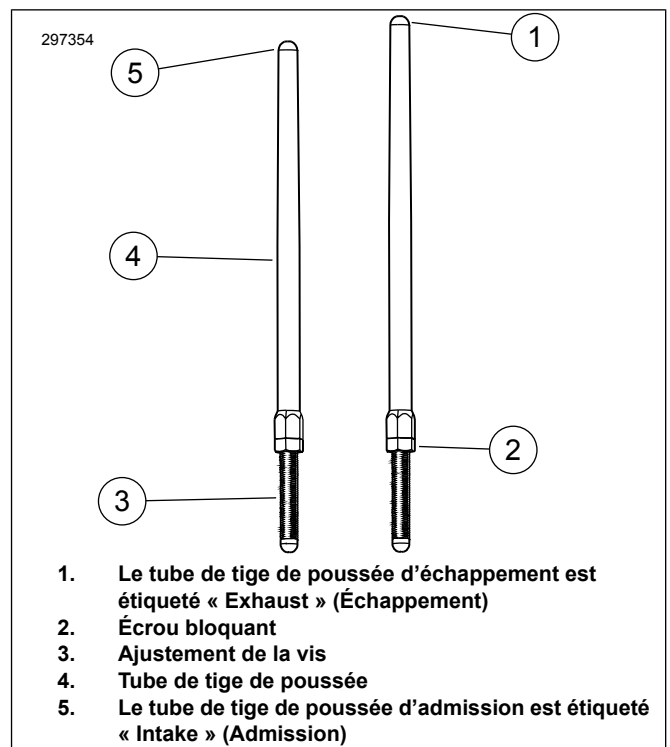

Figure 3. Tige de poussée réglable
6. Figure 3 Desserrez l'écrou de blocage sur toutes les tiges de poussée et ajustez-les à leur longueur la plus courte.